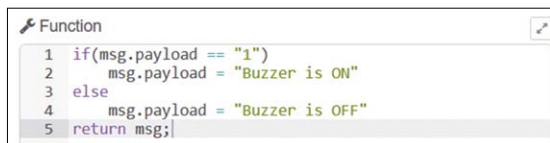

Figure 5.33 Configuration du nœud de fonction
- Créer un **fonction** nœud, nommez-le comme **Buzzer State**, entrez l'état suivants et cliquez sur **Terminé** (figure 5.33) :